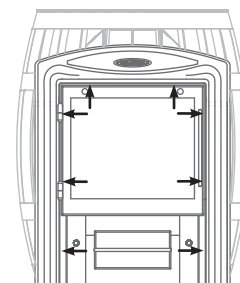

Bild 5. Auseinandersetzen der Tür mit Rahmen bei der Montage des Ofenmodells «Vitra»
1. 8 Stück Bohrschrauben lösen, mit deren Hilfe die Tür mit Rahmen zum Brennstoffkanal befestigt wird und sie abnehmen; (siehe Bild 5)